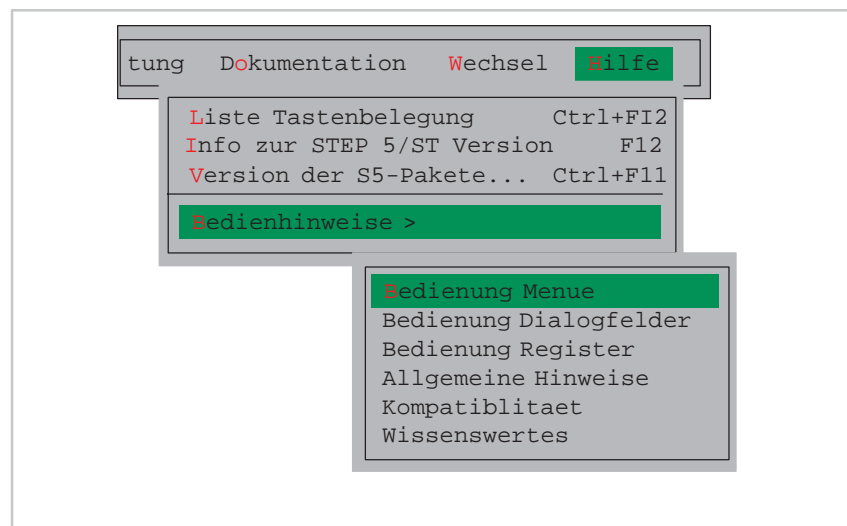

Bild 3-3 Menübefehl Hilfe
- **Hilfethemen:** bietet verschiedene Zugänge zum Anzeigen von Hilfeinformation, siehe Bild 3-3.
- **Hilfe benutzen:** Siehe Bild 3-3 Menübefehl **Hilfe > Bedienhinweise** oder Taste **Hilfe Shift+F8** bietet eine Beschreibung der Möglichkeiten, die Ihnen zur Verfügung stehen, um bestimmte Informationen in der Hilfe zu finden.